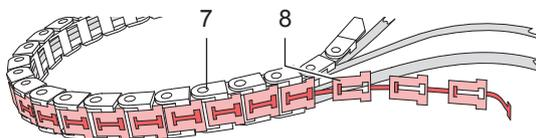

Bild 17 Öffnen der Energiekette - Aufschlagsensor
**Aufschlagsensor (1)**
- ▶ Schrauben (7) lösen, um Energiekette einseitig zu demontieren.
- ▶ Die ineinander verhakten T-förmigen Teile (7) aus den U-förmigen Teilen (6) der Energiekette lösen (Bild 17). Von der Grundplatte beginnend bis zu Krümmung der Energiekette die Energiekette öffnen.
- ▶ Sensor (1) durch Lockern der Schraube am Sensor aus der Stempelaufnahme demontieren.
- ▶ Sensor (1) aus der Energiekette herausziehen.
- ▶ Neuen Sensor (1) in die Energiekette einbringen.
- ▶ Energiekette wieder schließen. T-förmige Teile (7) in die U-förmigen Teile (6) eindrücken